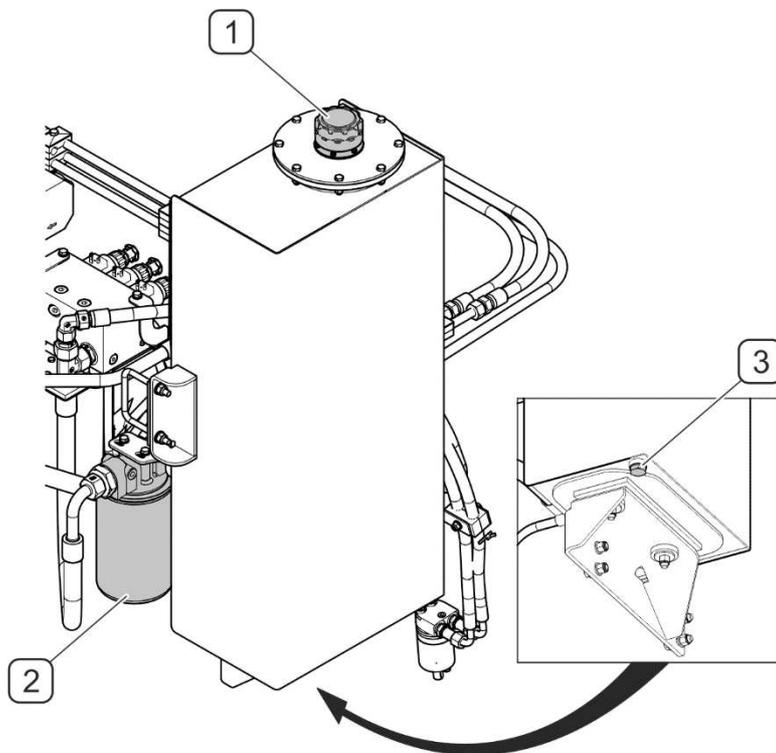

ABBILDUNG 5.5 Wechsel des Öls und Ölfilters
- Den Tankverschluss (1) abschrauben und die Ölablassschraube (3) herausschrauben (ABBILDUNG 5.5).
- Den verschmutzten Filtereinsatz (2) abschrauben;
- Die Dichtung des Tankverschlusses (1) prüfen und die Entlüftungsöffnungen im Verschluss auf Verstopfungen prüfen. Den Verschluss wieder zuschrauben.
Der Filtereinsatz (ABBILDUNG 5.5) muss alle 500 Motorstunden oder einmal pro Jahr gewechselt werden.